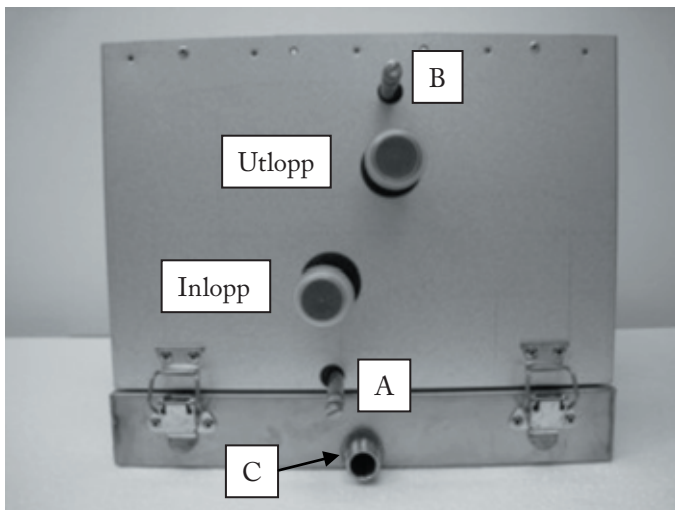

Bild 1
Kanalkylaren skall monteras i horisontell kanal med valfri luftriktning. Fixeringen till kanalsystemet sker med skruvar eller gejdskarv. Kondensvattenavloppet (C bild 1) ansluts via ett vattenlås för att undvika luftläckage. OBS! Avloppets storlek dimensioneras, så att vatten inte blir stående i dropplådan. Då dropplådan skall demonteras ska man se till att kondensvattenavloppet är lätt demonterbart.
3. Vatteninloppet skall anslutas på nedre röret (Inlopp bild 1) och utloppet på övre röret (Utlopp bild 1). Inloppet är försett med dräneringsnippel (A bild 1) och utloppet med luftningsnippel (B bild 1).
5. Kylbatteriet kan tömmas på vatten genom dräneringsnippeln (märkt A bild 1).